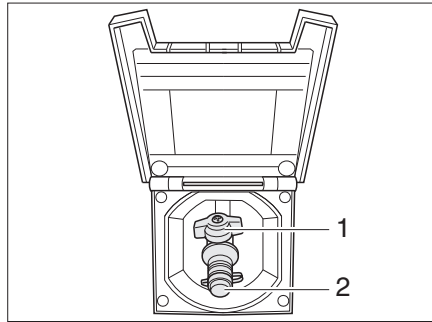

Fig. 176 Raccordement externe de gaz avec robinet d'arrêt de gaz fermé
Le raccordement externe de gaz (Fig. 176) se trouve, selon les modèles, à l'arrière ou sur le côté gauche ou droit du véhicule.
- Raccorder l'appareil à gaz externe sur le raccord (Fig. 176,2).
- Ouvrir le robinet d'arrêt de gaz (Fig. 176,1).